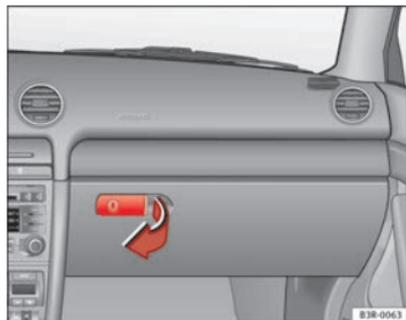

Fig. 127 Porta-luvas
- Puxe o punho da tampa no sentido da seta ⇒ Fig. 127 e abra a tampa para baixo.